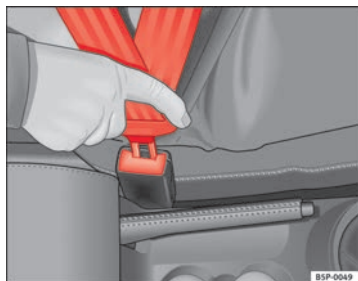

Fig. 12 Cierre y lengüeta del cinturón de seguridad
- Introduzca la lengüeta en el cierre del asiento correspondiente hasta que encastre de un modo audible ⇒ **fig. 12**.